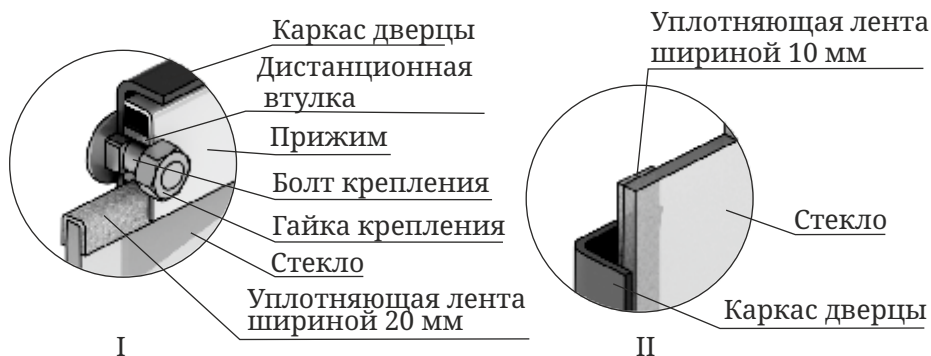

Рисунок 9. Крепление светорозрачного экрана дверцы модификации «Витра»
Если на нем нет уплотняющих лент, наклейте их: лента шириной 20 мм наклеивается сверху и снизу стекла «П» - образно (рисунок 9.И), лента шириной 10 мм наклеивается вертикально вдоль боковых сторон стекла (рисунок 9.ИИ).
4. Вставьте стекло в упор, при этом лента, наклеенная с боковых сторон (вертикальная) должна быть зажата между стеклом и каркасом дверцы (рисунок 9.ИИ).